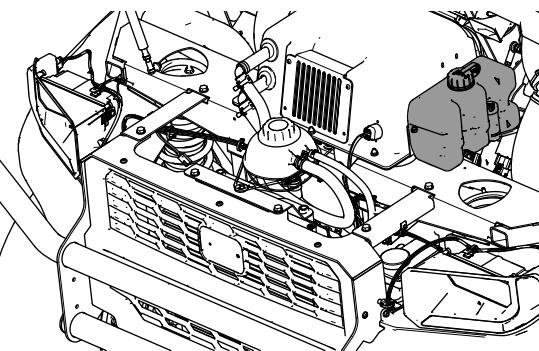

図 19
3. フロントガラスとワイパークリップを装着している場合は、ウォッシャーポトルをヒーターBOXアセンブリの側面に図 19のように取り付ける。